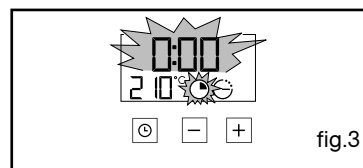

fig.3
Exemple : 30 min de cuisson (fig.3).
- l'indicateur de durée de cuisson et 0:00 clignotent (fig.3).